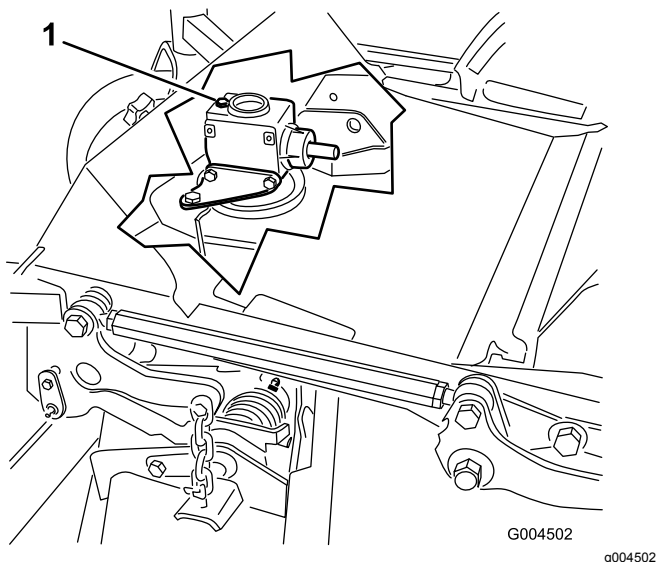

Figura 53
6. Retire la varilla/tapón de llenado de la parte superior de la caja de engranajes y asegúrese de que el lubricante está entre las marcas de la varilla (Figura 53).
6. Retire la varilla/tapón de llenado de la parte superior de la caja de engranajes (Figura 53).